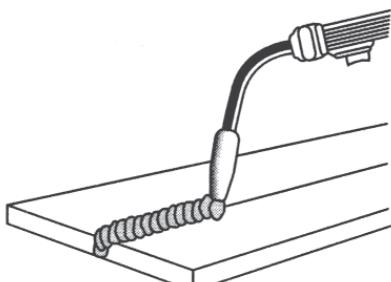

Figura 14. Posición plana
1. POSICIÓN PLANA (Figura 14) es la más fácil y la que se usa más comúnmente. Es mejor soldar en esta posición, siempre que sea posible, ya que es más fácil obtener buenos resultados con facilidad.